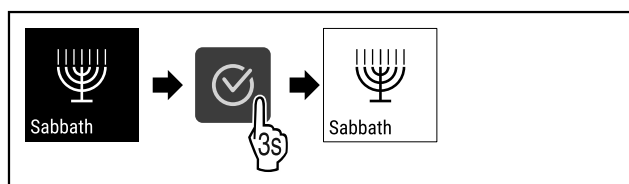

Fig. 36
- ▶ Изпълнете стъпките (виж Fig. 36).